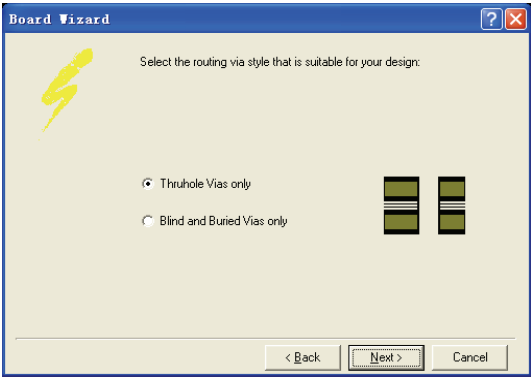

图 6-20 设置过孔类型
6) 然后单击“Next”按钮，系统将弹出如图 6-20 所示的对话框，此时可以设置过孔类型，是设置为通孔（Thruhole Vias only）、还是盲孔或埋孔（Blind and Buried Vias only）。